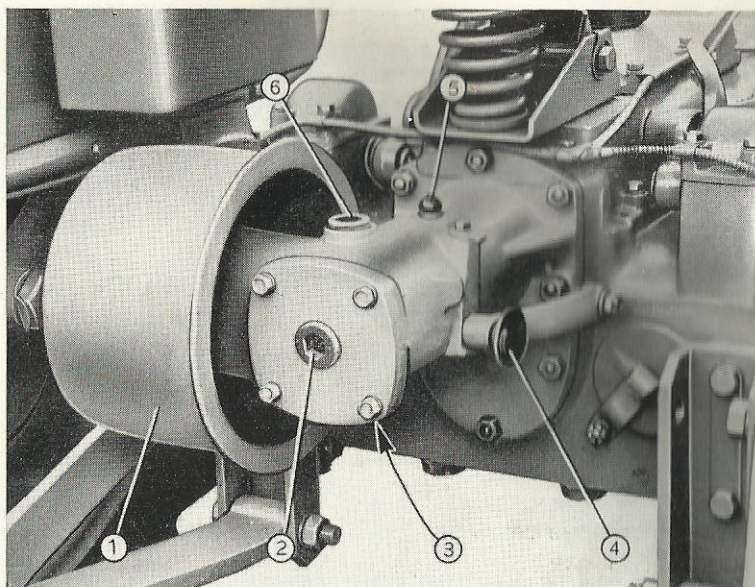

Fig. 53. - Poulie de battage.
Le groupe reçoit le mouvement depuis l'arbre secondaire de la boîte de vitesses. Pour son enclenchement tirer en haut la manette placée sur le côté droit (fig. 53); si le moteur est en mouvement il est nécessaire de débrayer au préalable.
- Toutes les 20 heures de travail vérifier le niveau de l'huile par le bouchon placé sur le couvercle arrière du groupe (2, fig. 53) et, si cela est nécessaire, le parfaire, en ajoutant de l'huile FIAT A 140 (SAE 140) (*) par le bouchon supérieur.